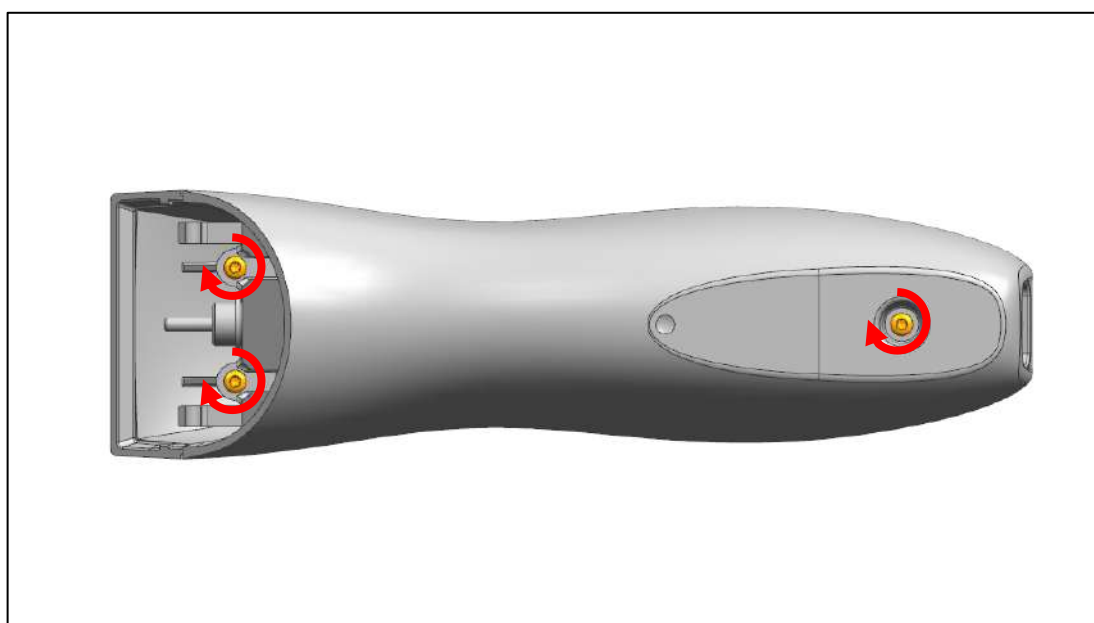

Abb. 25
- b) Verschrauben Sie das Gehäuseunterteil mit dem -oberteil mit drei Schrauben (Abb. 25). Benutzen Sie hierfür einen Torx7-Schraubendreher.